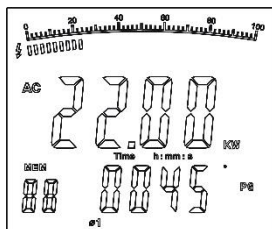

Рис. 7
1. Нажать кнопку **SEL**, чтобы выбрать первую фазу $\varnothing 1$, см. рис. 7. На двухуровневом экране отображается активная мощность кВт и значение PG (угол фазы) первой фазы **1**.